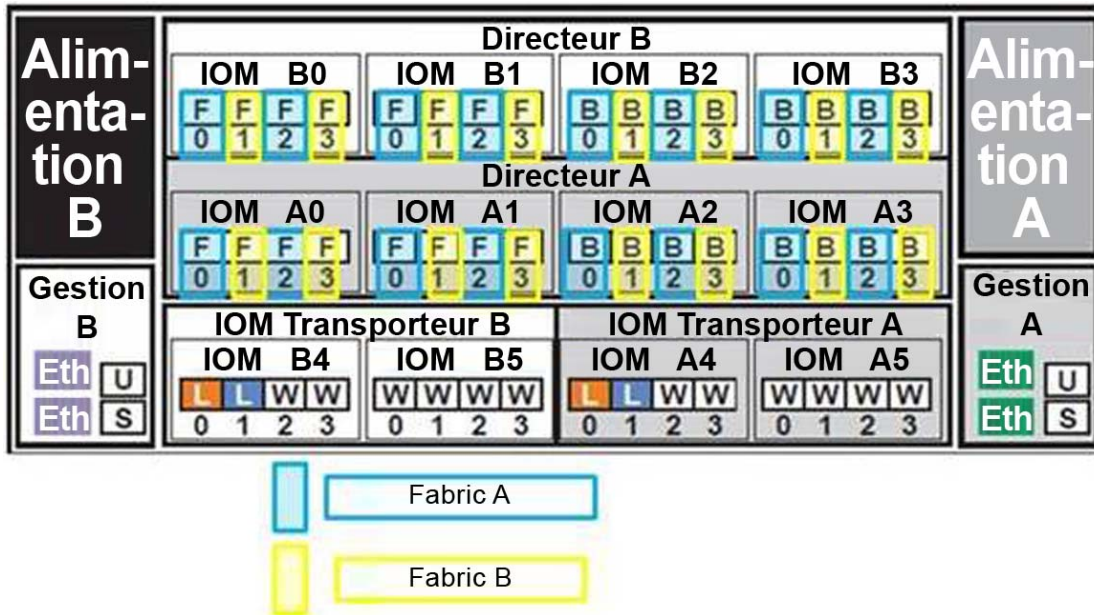

Figure 11. Affectations de fabric recommandées pour les ports FE et BE
- Il est recommandé de connecter les modules d'E/S à des fabrics redondants. Par exemple, dans le cas d'un déploiement avec les fabrics A et B, il est recommandé de connecter les ports d'un directeur tel qu'illustré à la Dans des clusters VPLEX dotés de deux moteurs ou plus, l'éventualité peu probable d'une panne de moteur entraîne l'interruption de service Figure 11.